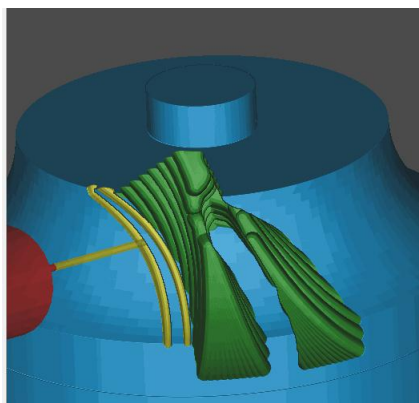

Рисунок 3.39 – Симуляция обработки
- Нажмите кнопку **Воспроизвести**  (рисунок 3.39).